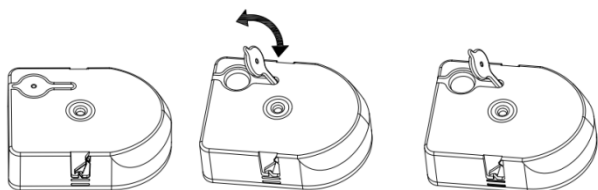
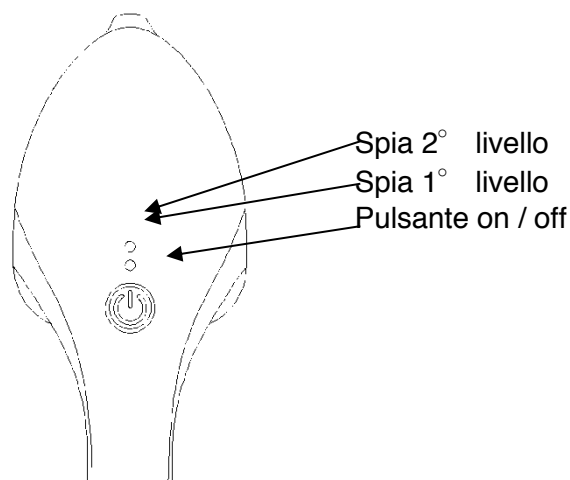

Figura 3
Figura 4
**3** Sollevare il ferro da stiro, premere al centro del serbatoio acqua, il serbatoio si aprirà automaticamente. Estrarre il sigillo sul retro del serbatoio acqua e rabboccare con acqua distillata fino al livello, quindi montare la guarnizione del serbatoio dell'acqua (figura 3) e installare il serbatoio dell'acqua nella base (vedi figura 4)